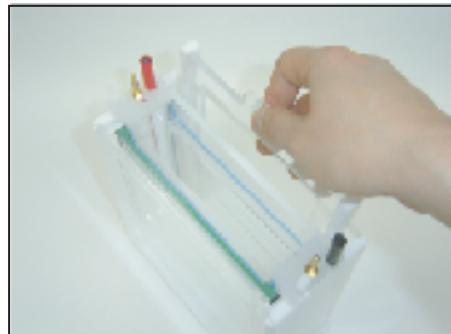

図 6
5. アッパーバッファーチャンバーをセットしたセルベースの奥に、スーパーウェッジのトップが直角な面を **Perfect NT Gel A** カセットにつくように（図6）